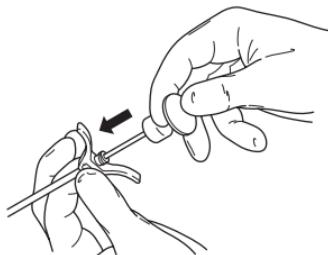

Figura 3: Inyecte cemento óseo usando el obturador de cementación
5. Utilizando guía fluoroscópica, inyecte el cemento óseo mediante el obturador de cementación (figura 3).